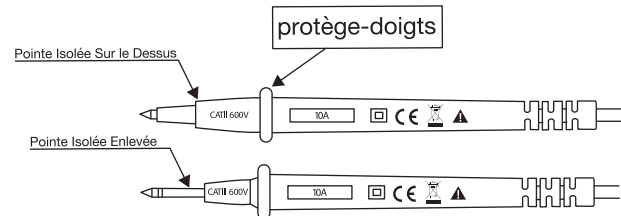

Figure 1
4. Reportez-vous à la Figure 1 pour ce qui est de retirer les pointes isolées.